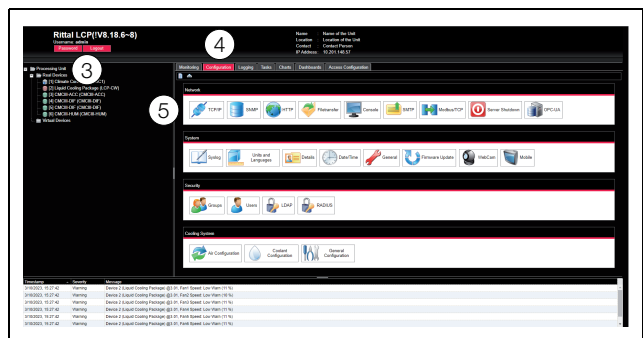

Abb. 97: Anpassen der TCP/IP-Einstellungen
Es erscheint das Übersichtsfenster des Geräts (Abb. 97).
- Klicken Sie im linken Teilbereich des Übersichtsfensters (Navigationsbereich) auf den Eintrag **Processing Unit** (Abb. 97, Pos. 3) und im rechten Teilbereich (Konfigurationsbereich) auf die Registerkarte **Configuration** (Abb. 97, Pos. 4).
- Klicken Sie im Gruppenrahmen **Network** auf die Schaltfläche **TCP/IP** (Abb. 97, Pos. 5).